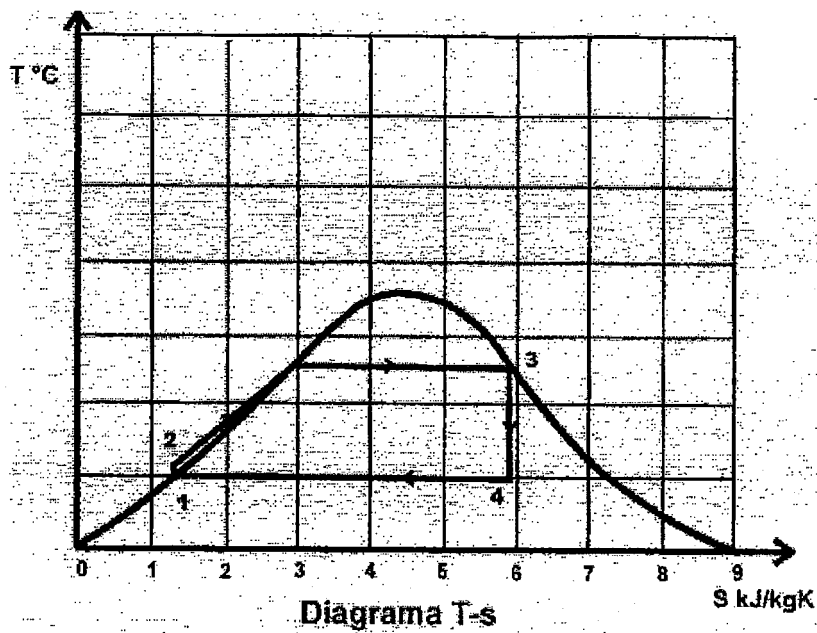

Fig. 12.5
En este ciclo se supera el inconveniente del compresor, reemplazándolo por una bomba, este último realiza un trabajo de bombeo transformación (1-2), desde la presión de condensador hasta la presión de la caldera, según vemos en el diag. (T-s) de la (Fig 12.5), el estado (1) ahora es líquido saturado y el estado (2) estará a la presión de la caldera como líquido, y como la bomba trabaja bien con líquido; el ciclo de realización práctica logra una mejora.